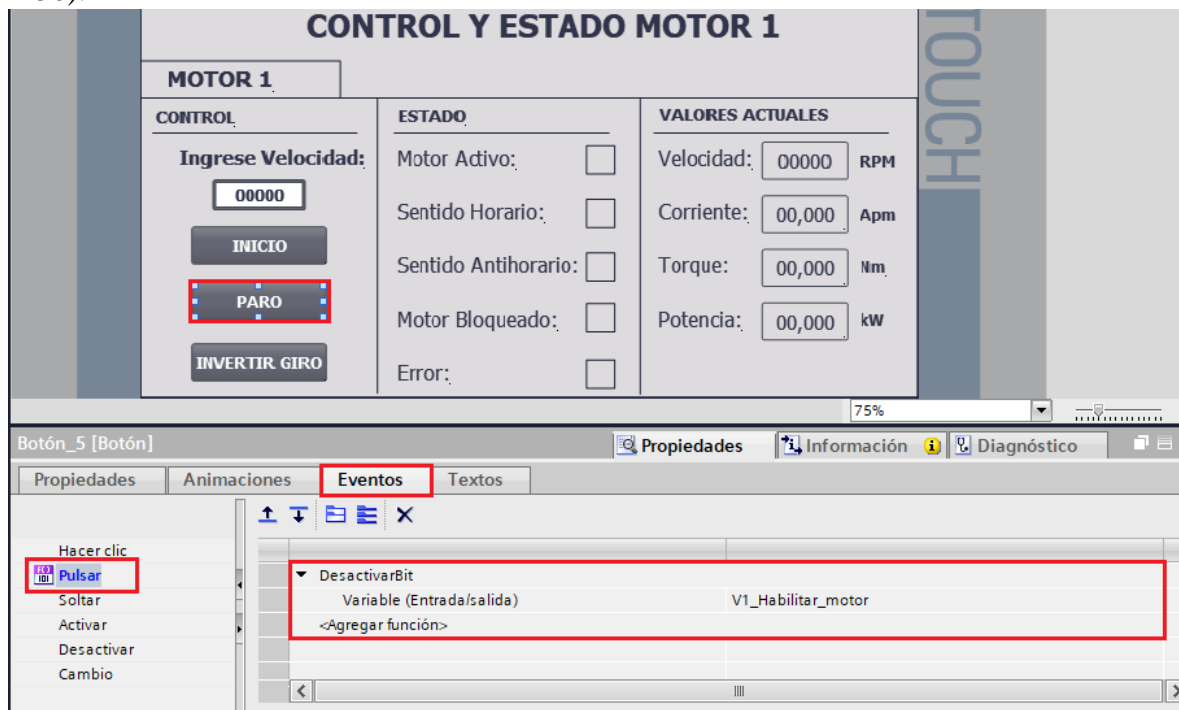

Figura 50. Configuración botón PARO.
- En “Variable Entrada/Salida” seleccionar la variable del PLC “**V1_Habilitar_motor**” (ver Figura 50).